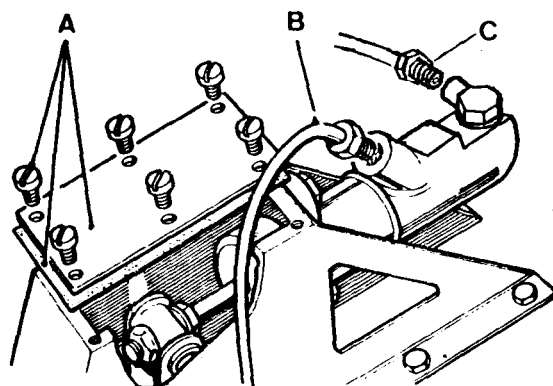
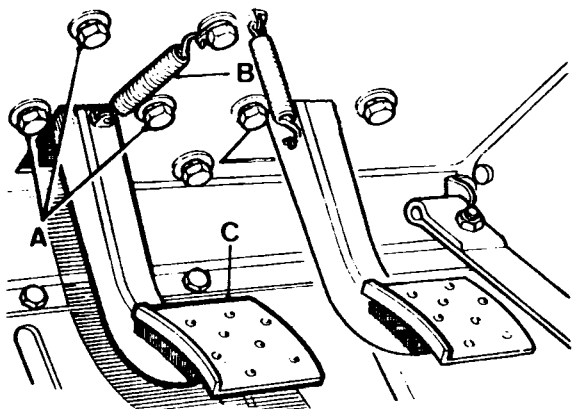
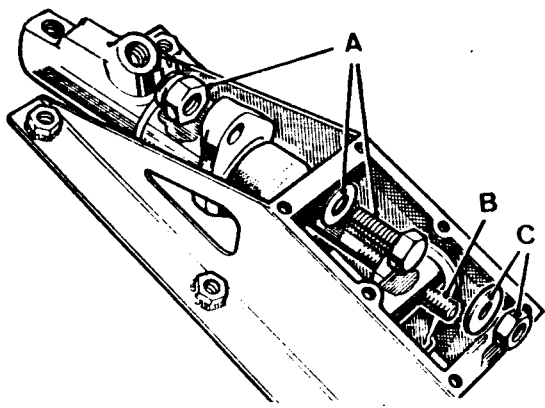

Fig. B-4 Tapa y cilindro principal del embrague
Fig. B-5 Pedal del embrague y piezas de fijación del soporte
Fig. B-6 Piezas de fijación del cilindro al soporte
- 1.1. Con el capó desmontado, se soltarán las tuberías de entrada y salida del líquido en su unión al cilindro principal (Fig. B-4), el muelle de retroceso del pedal (Fig. B-5) y los tornillos que fijan el conjunto del soporte del pedal, con los que podrá retirarse el soporte, el cilindro principal y el pedal.
- 1.2. Después de quitar la tapa (Fig. B-4) y junta, se extraerán los tornillos de fijación del cilindro al soporte (Fig. B-6), la tuerca y la arandela que sujeta la varilla de empuje del cilindro principal, con lo que éste podrá separarse -- del soporte.